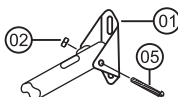

Fig. 08
3° - Coloque as borrachas compensadoras (06) nos orifícios da haste na parte superior, fig. 08;
- 1° - Fixação do ventilador no suporte: - Leve o ventilador até o suporte (01);
2° - Alinhe o furo da haste, já com a borracha compensadora colocada, com o furo do suporte e fixe com o parafuso (05) e porca (02) fig. 08.